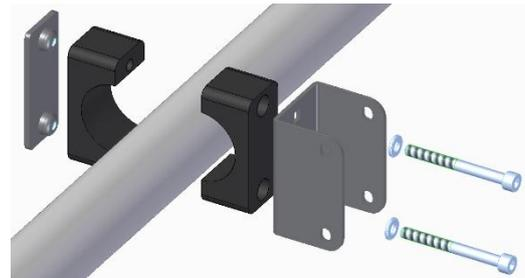
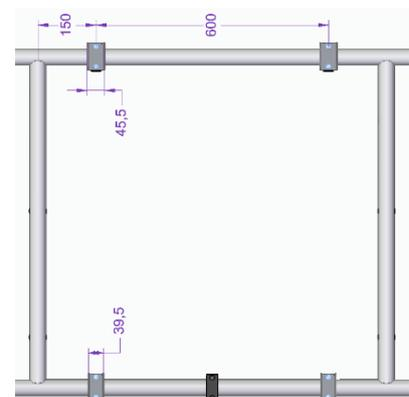

Abbildung 5
Abbildung 6
Montieren Sie nun die vier Halter zur Montage des Bike-Lifts (2) am Grundträger. Hierbei werden je zwei Halter (45,5mm breit) an der oberen und zwei Halter (39,5mm breit) mit jeweils zwei Zylinderkopfschrauben M6x60mm wie in Abbildung 5 an der unteren Querstrebe des Grundträgers befestigt. Die Montage muss mittig auf den Querrohren mit einem Abstand von 600mm erfolgen (Abb. 6).
Anschließend wird der Bike-Lift (2) mit den Haltestangen (4) an die Halterungen (aus Abbildung 5) montiert (Abb. 10). Es werden die gleichen Explosionsskizzen-Teile in der gleichen Reihenfolge wie in Abbildung 8 verwendet. Jedoch werden oben je zwei Sechskantschrauben M6x55mm und unten je zwei Sechskantschrauben M6x50mm benutzt.